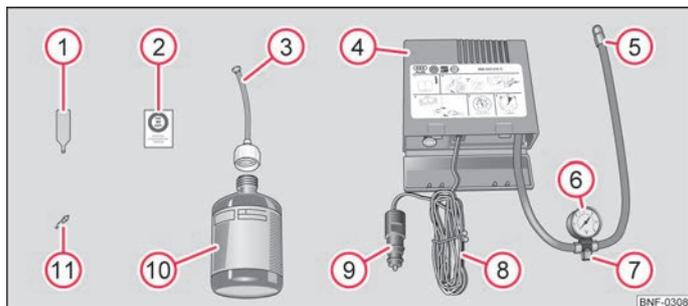

Fig. 109 Componenti del kit per la riparazione degli pneumatici
- Incollare l'adesivo ② ⇒ fig. 109 sulla plancia strumenti, nel campo visivo del conducente.
- Servendosi dello svitatore per inserti valvola ① svitare l'inserto valvola e riporlo in un luogo pulito. ■
- Agitare energicamente alcune volte la bombola di riempimento dello pneumatico ⑩ ⇒ fig. 109.
- Avvitare stabilmente il tubo di gonfiaggio ③ sulla bombola di riempimento ⑩ girando in senso orario. La pellicola presente sulla chiusura si rompe automaticamente.
- Rimuovere il tappo dal tubo di gonfiaggio ③ ed inserire a fondo l'estremità aperta sulla valvola di gonfiaggio dello pneumatico.
- Tenere la bombola ⑩ con il fondo rivolto verso l'alto e lasciare che tutto il sigillante della bombola fluisca nello pneumatico. ►
- Riavvitare l'inserito valvola con l'avvitatore per inserti valvola ① nella valvola di gonfiaggio dello pneumatico.
- Avvitare saldamente il tubo flessibile di gonfiaggio pneumatico ⑤ ⇒ fig. 109 del compressore aria alla valvola di gonfiaggio dello pneumatico.
- Verificare che la vite di scarico aria ⑦ sia chiusa.
- Inserire la spina ⑨ nella presa da 12 volt.
- Attivare il compressore aria con l'interruttore ON-OFF ⑧.
- Far funzionare il compressore finché viene raggiunta una pressione di 2,0 - 2,5 bar. Tempo massimo 8 minuti ⇒ ⑩.
- Se non è possibile raggiungere una pressione pari a 2,0 - 2,5 bar, svitare il tubo flessibile ⑤ dalla valvola di gonfiaggio dello pneumatico.
- Riavvitare saldamente il tubo flessibile di gonfiaggio pneumatico ⑤ alla valvola di gonfiaggio e ripetere l'operazione di gonfiaggio.